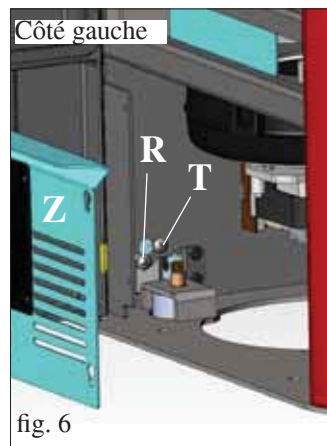

fig. 6
Vérifier l'alignement vertical des côtés en céramique (C) et effectuer d'éventuels réglages au moyen des vis situées au-dessus du top (V - fig. 5) et à l'intérieur du poêle au moyen des vis (R - fig. 6/7)
**N.B. : avant d'effectuer l'opération, retirer le panneau zingué (Z - fig. 6/7) sur les deux côtés et desserrer les vis de blocage (T - fig. 6/7).**